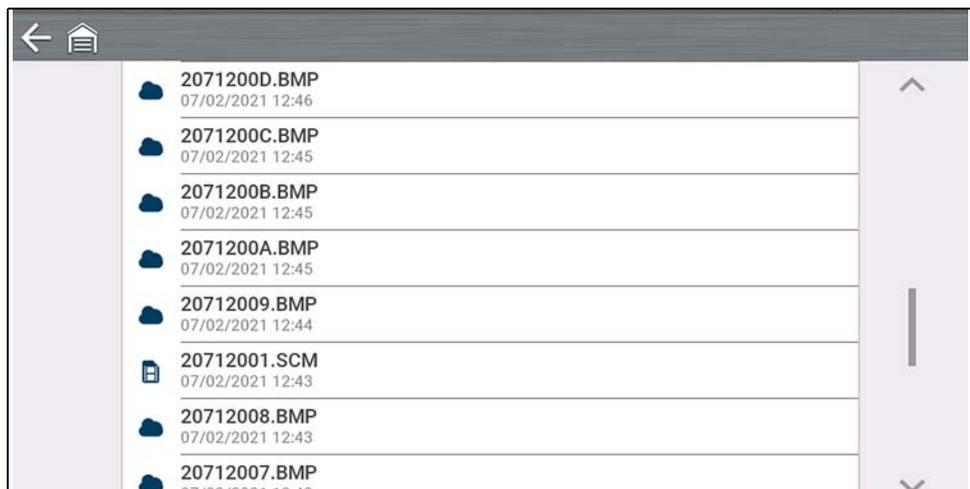

Figura 7-2
- **Todos los datos guardados:** enumera todos los archivos guardados (*Figura 7-2*)
Los escaneos de códigos y los resultados de los códigos de un solo sistema se guardan como archivos .XML y se pueden seleccionar de la lista Todos los datos guardados o la lista Escáner (*Figura 7-2*).